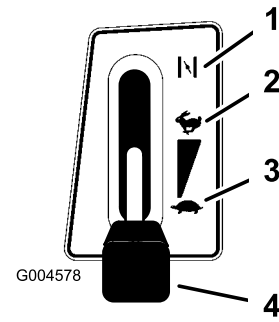

Bild 11
5. Stellen Sie den Gasbedienungshebel auf Choke (Bild 11).
7. Schieben Sie den Gasbedienungshebel, sobald der Motor angesprungen ist, langsam auf Schnell (Bild 11). Sollte der Motor stoppen oder stottern, schieben Sie den Gasbedienungshebel wieder für ein paar Sekunden auf die Choke-Stellung, schieben Sie den Gasbedienungshebel dann auf Schnell. Wiederholen Sie diesen Vorgang nach Bedarf.
1. Stellen Sie den Gasbedienungshebel auf „Langsam“ (Bild 11).